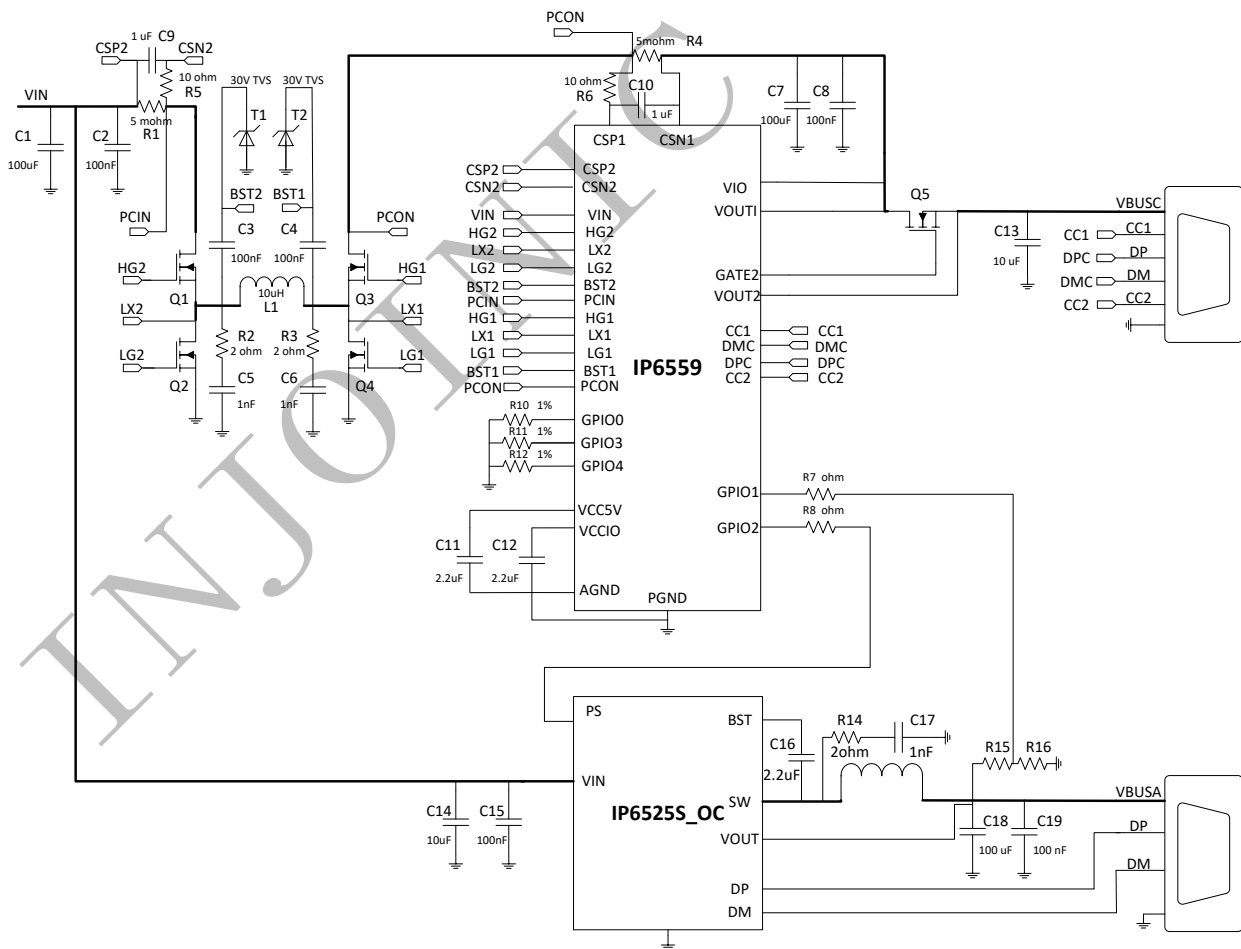

图 11 IP6559 +IP6525S_OC 做 USB A 和 USB C 双口智能调节输出功率的典型应用原理图
3. 图 11 中，调节接地电阻 R10/R11/R12 可以改变双口不同状态下的 IP6559 的 C 口 PDO，如不需要对应状态降功率的功能，不焊接 R11 或 R12 即可；